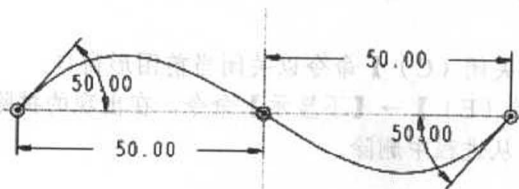
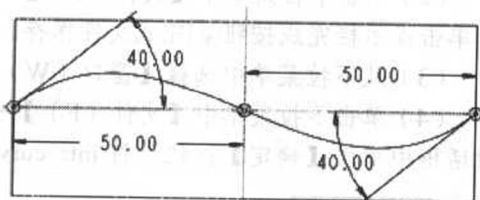

图 1-7 绘制截面
图 1-8 绘制截面
(1) 单击【Create (创建)】→【Surface (曲面)】→【New (新建)】→【Extrude (拉伸)】→【Done (完成)】→【Both Sides (双侧都)】→【Open Ends (开放终点)】→【Done (完成)】命令。
(2) 在主窗口中,单击按钮,在下拉菜单中选择【缺省】状态,并选取基准平面 FRONT 作为草绘基准平面。
(3) 单击【Okay (正向)】→【Default (缺省)】命令,进入草图绘制状态。
(4) 在草图环境下绘制如图 1-7 所示的曲线截面。
(5) 单击工具栏内完成按钮,以结束截面的绘制。
(6) 单击【Blind (盲孔)】→【Done (完成)】命令,在文本框中输入 40 作为曲面拉伸深度。
(7) 单击【确定】按钮完成曲面的建立。
(8) 在主窗口中,单击按钮,在下拉菜单中选择【缺省】状态,并选取基准平面 TOP 作为草绘基准平面。
(9) 单击【Okay (正向)】→【Default (缺省)】命令,进入草图绘制状态。
(10) 在草图环境下绘制如图 1-8 所示的曲线截面。